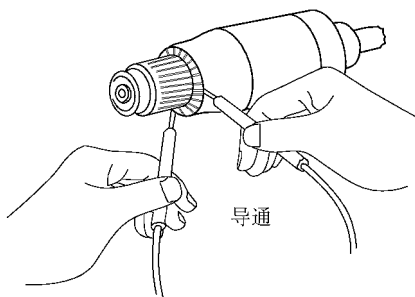

图 6-10 检查整流器的扇形板之间是否导通
(2) 检查整流器是否开路。使用欧姆表检查整流器的扇形板之间是否导通, 如图 6-10 所示。